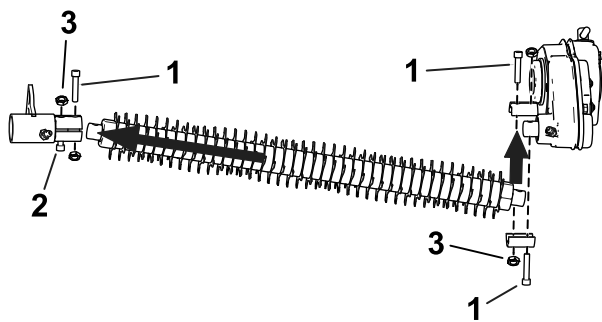
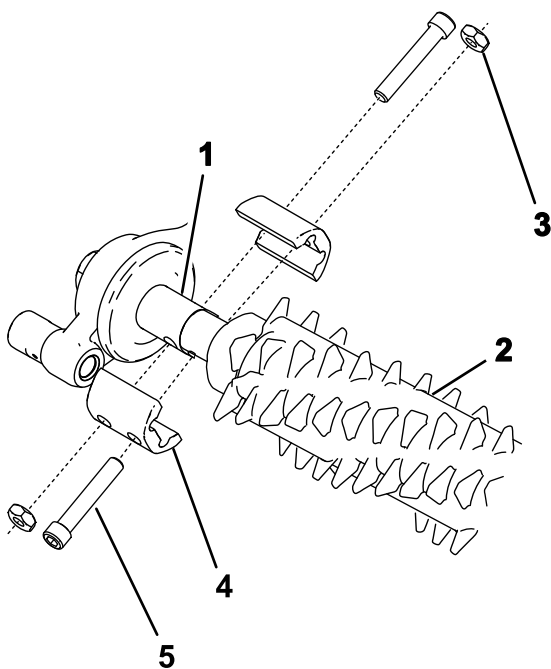

图22
图23
2. 将疏草刀轴轴夹的两半松松地安装在机器右侧的从动轴上（图22 和图23）。
3. 将疏草滚刀轴滑入右侧的轴夹，向上摆动到与左侧的驱动轴接触（图22）。
4. 如图22和图23所示将疏草滚刀固定到轴夹和螺母，上紧六角头螺丝扭矩至 $9.6 \sim 10.5 \text{ N} \cdot \text{m}$ 。
1. 从疏草滚刀一侧卸下两个螺栓、螺母和轴夹（图23）。